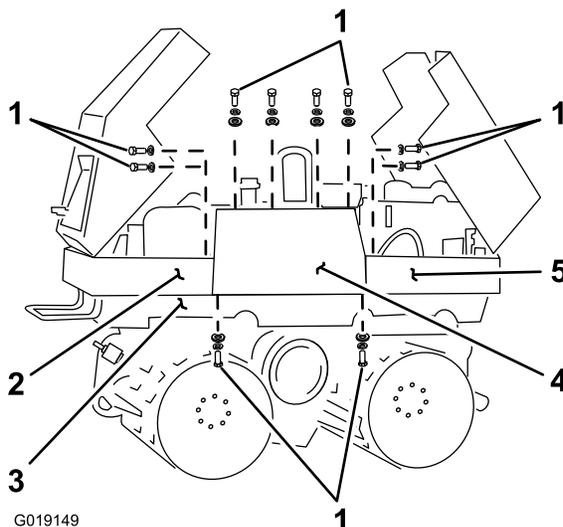
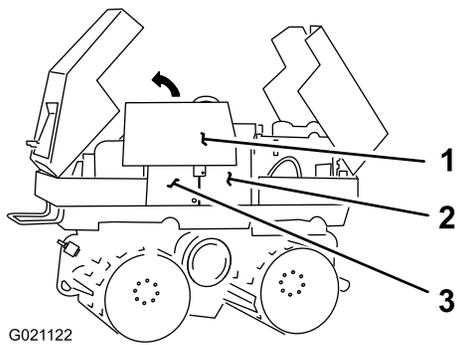

Figure 76
Figure 77
- B. Placez un bidon de récupération de 57 litres (15 gallons américains) sous le bouchon de vidange dans le coin inférieur droit du réservoir hydraulique (Figure 77).
- C. Retirez le bouchon de vidange pour permettre au liquide hydraulique de s'écouler dans le bidon (Figure 77).
- E. Lorsque la vidange d'huile hydraulique est terminée, remettez le bouchon de vidange dans l'orifice de vidange et serrez-le (Figure 77).
1. Retirez les boulons et rondelles qui fixent l'avant du panneau droit au **longeron de capot avant** (Figure 76).
2. Retirez les boulons et rondelles qui fixent l'arrière du panneau droit au **longeron de capot arrière** (Figure 76).
3. Retirez les boulons et rondelles qui fixent le panneau droit au **cadre supérieur** (Figure 76).
4. Retirez les boulons et rondelles qui fixent le haut du panneau droit au **réservoir hydraulique et au réservoir de carburant** (Figure 76).
5. Déposez le panneau droit du châssis de la machine, comme montré à la Figure 77.
1. Alignez le panneau droit sur les points de montage du réservoir hydraulique, du réservoir de carburant, du cadre supérieur, du longeron de capot arrière et du longeron de capot avant (Figure 76 et Figure 77).
2. Fixez le panneau droit au **réservoir hydraulique et au réservoir de carburant** avec les boulons et rondelles (Figure 76) retirés à l'opération 4 de Dépose du panneau droit (page 66).
3. Fixez le panneau droit aux **longerons de capots avant et arrière** avec les boulons et rondelles (Figure 76) retirés aux opérations 1 et 2 de Dépose du panneau droit (page 66).
4. Fixez le panneau droit au **cadre supérieur** avec les boulons et rondelles (Figure 76) retirés à l'opération 3 de Dépose du panneau droit (page 66).